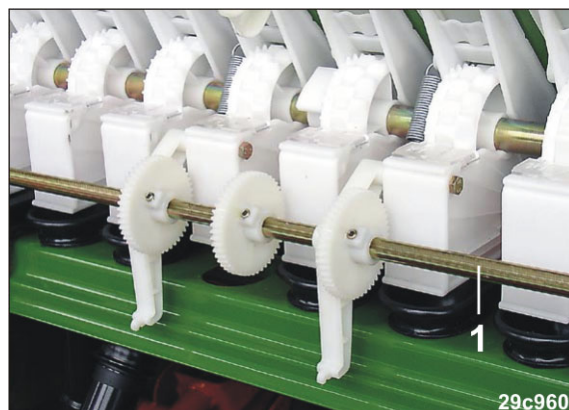

Fig. 122
3. Klap forlagsakslen (Fig. 122/1) ned.